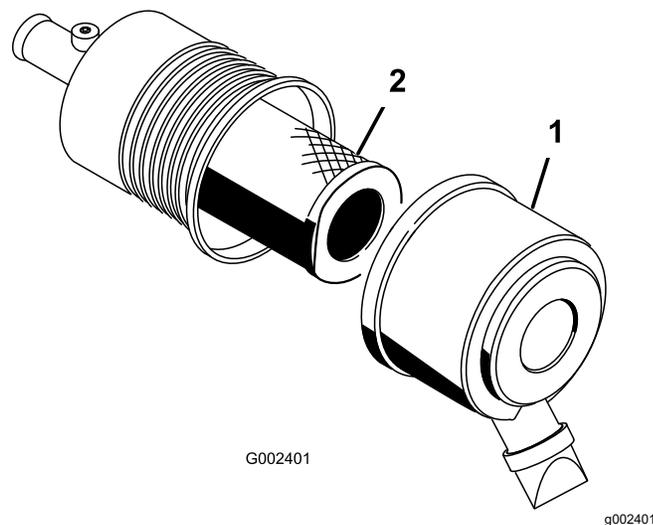

Bild 52
2. Lösen Sie die Riegel, mit denen die Abdeckung des Luftfilters am Luftfiltergehäuse befestigt ist (Bild 52).
3. Entfernen Sie die Abdeckung vom Luftfiltergehäuse (Bild 52).
5. Nehmen Sie den Filter heraus und wechseln Sie ihn aus (Bild 52).